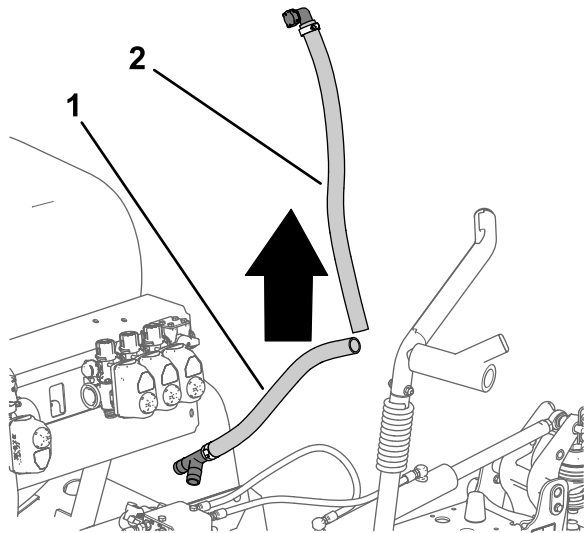

Figure 45
7. Déposez les flexibles de dérivation supérieur et inférieur de la machine (Figure 45).